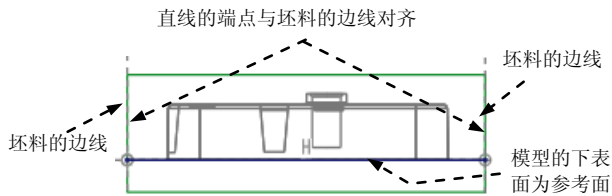

图 20.29 截面草图
(4) 绘制截面草图。选取图 20.29 所示的坯料的边线和模型的下表面为草绘参考；绘制如该图所示的截面草图（截面草图为一线段）；完成截面的绘制后，单击“草绘”操控板中的“确定”按钮 **✓**。
(5) 设置深度选项。
- ① 在操控板中选取深度类型 **到选定的**。